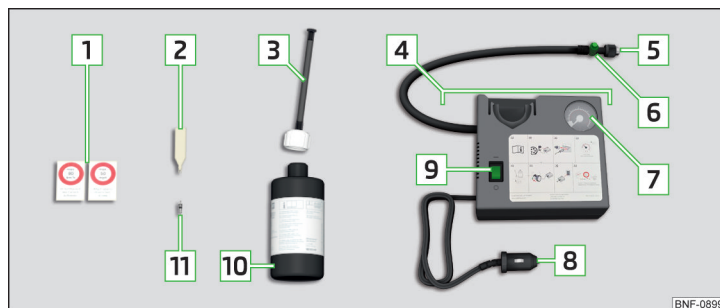

Fig. 243 Descrierea setului de pană
- › Aplicați cheia de ventile  » fig. 243 la pagina 217 pe inserția ventilului, astfel încât aceasta să se potrivească în fanta cheii.
- › Înșurubați bine furtunul de umplere  » fig. 243 la pagina 217 pe ventil.